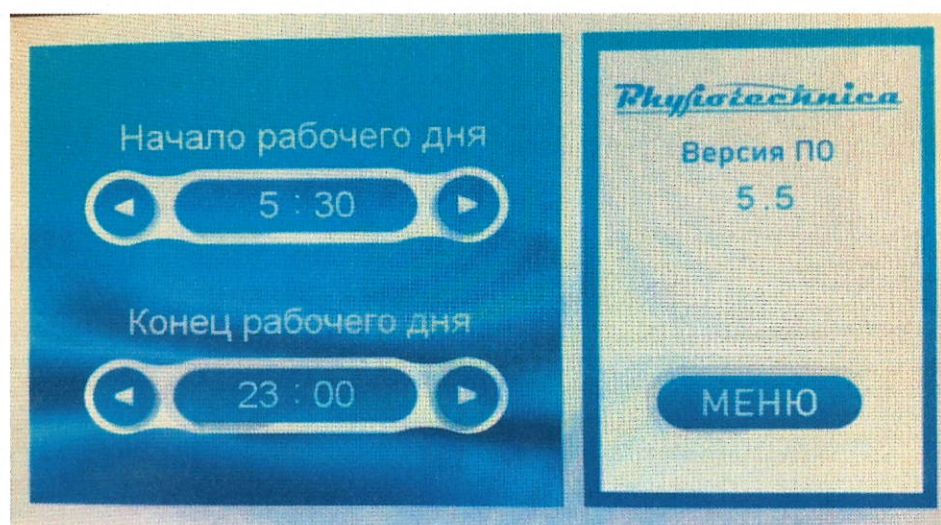

Рис. 15. Меню настроек «Рабочее время»
8.7. Перейдите в подраздел «Рабочее время» (Рис. 15). Настройте время начала и время завершения рабочего дня. В «неактивное» время дисплей ванны перейдет в «Режим сна» и выключается. Температура воды в ванне будет поддерживаться автоматически в любое время суток. Для активации дисплея дотроньтесь до экрана. После выставления нужного времени, перейдите обратно в Меню.